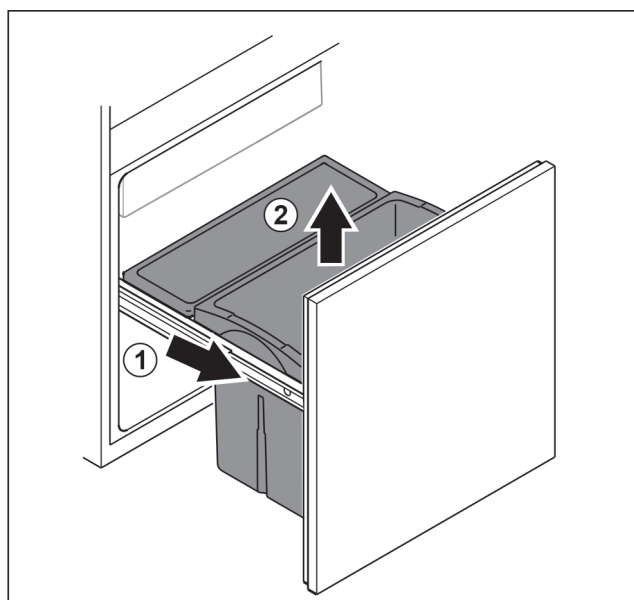

Fig. 105
- Auszugswagen bis zum Anschlag herausziehen. Fig. 105 (1)
- Schubfach nach oben entnehmen. Fig. 105 (2)